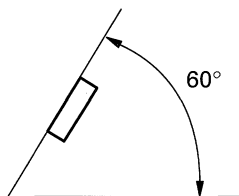

Fig. 5
- Se l'angolo di installazione supera i 60° rispetto alla posizione orizzontale, l'apparecchio potrebbe non fornire prestazioni ottimali. (Fig. 5)